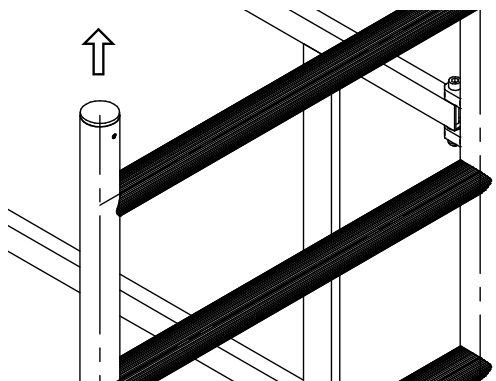

Rys. 42 Montaż bramki
2. Następnie należy za pomocą kluczy zawartych w zestawie zamontować bramkę do drabin. Należy pamiętać o zamontowaniu podkładek (Rys. 42).